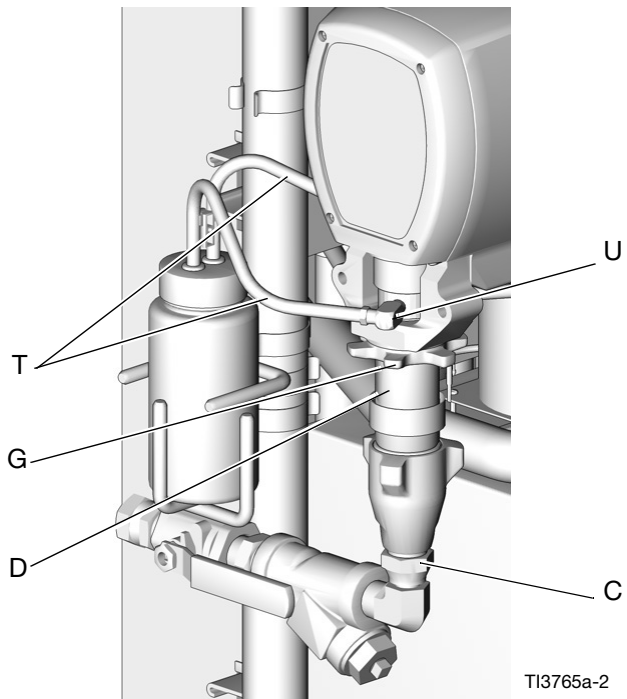

FIG. 1 Débranchement de la pompe A
**REMARQUE :** Les étapes 6-8 s'appliquent à la pompe A. Voir FIG. 1. Pour déconnecter la pompe B, passez aux étapes 9 et 10. Utiliser une bâche ou des chiffons pour protéger le Reactor et sa périphérie des éclaboussures.
6. Débrancher les conduites d'entrée (C) et de sortie (D) de fluide. Débrancher également le tuyau de sortie en acier branché sur l'entrée du réchauffeur.
7. Débrancher les tuyaux (T). Retirer les raccords de tuyau (U) de la coupelle.
8. Desserrer le contre-écrou (G) en étoile en frappant avec force avec un marteau anti-étincelles. Dévisser la pompe suffisamment pour exposer la goupille de retenue sous le protège-doigts en plastique. Pousser le ressort de retenue vers le haut. Pousser la goupille vers l'extérieur. Continuer à dévisser la pompe.